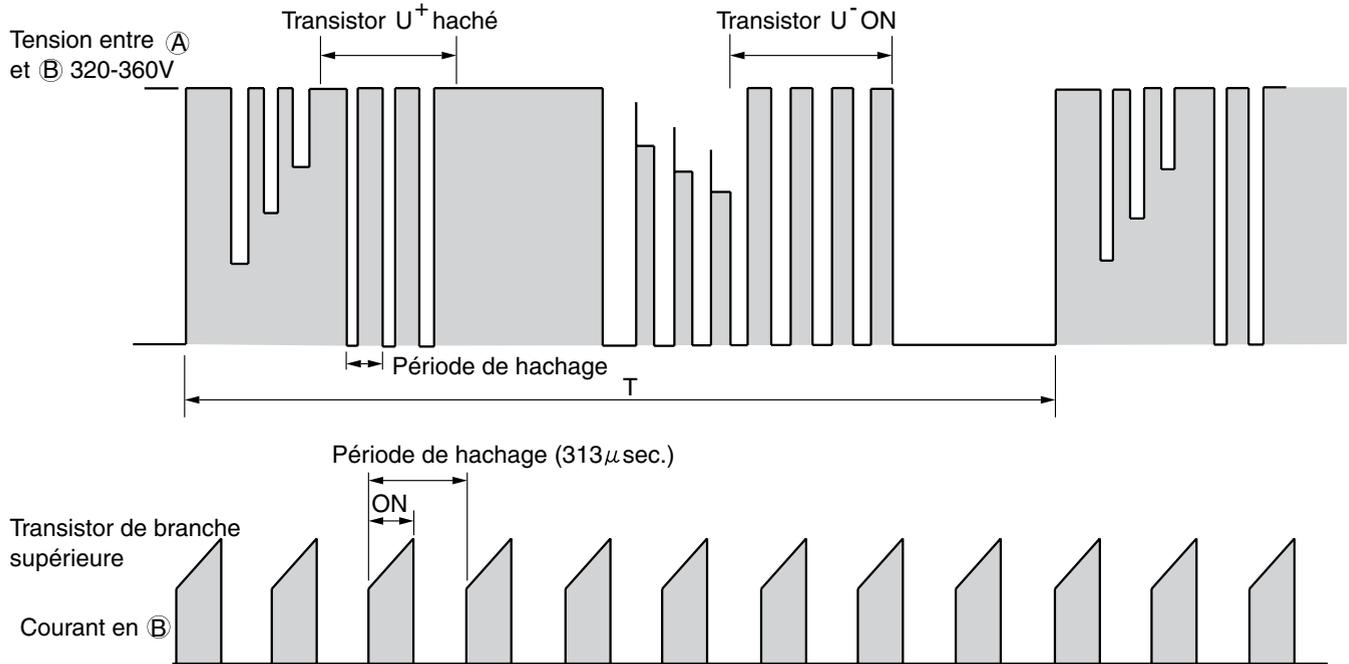

Fig. 3-3 Forme d'onde de la tension en chaque point
- La Fig. 3-3 représente la forme d'onde de la tension à chaque point dans les Fig. 3-1 et 3-4. La première moitié du bras supérieur est coupée et la deuxième est sur ON; la première moitié du bras inférieur est coupée et la deuxième est sur ON.
- Since current flows at point (B) only when U⁺ transistor is ON, the current waveform at point (B) becomes intermittent waveform as shown in Fig. 3-3. Since current at point (B) is approximately proportional to the input current of the air conditioner, input current is controlled by using DC current (Id) detection resistor.